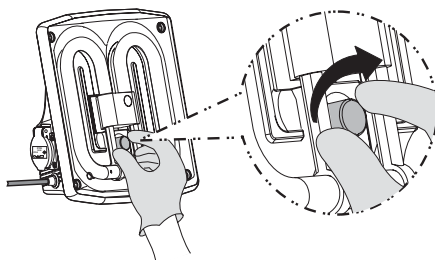

Rys. 18
- 5.2.2 Usuwanie zużytego startera: przekręcić starter w kierunku przeciwnym wskazówkom zegara i wyciągnąć go z oprawki. (Rys. 18).